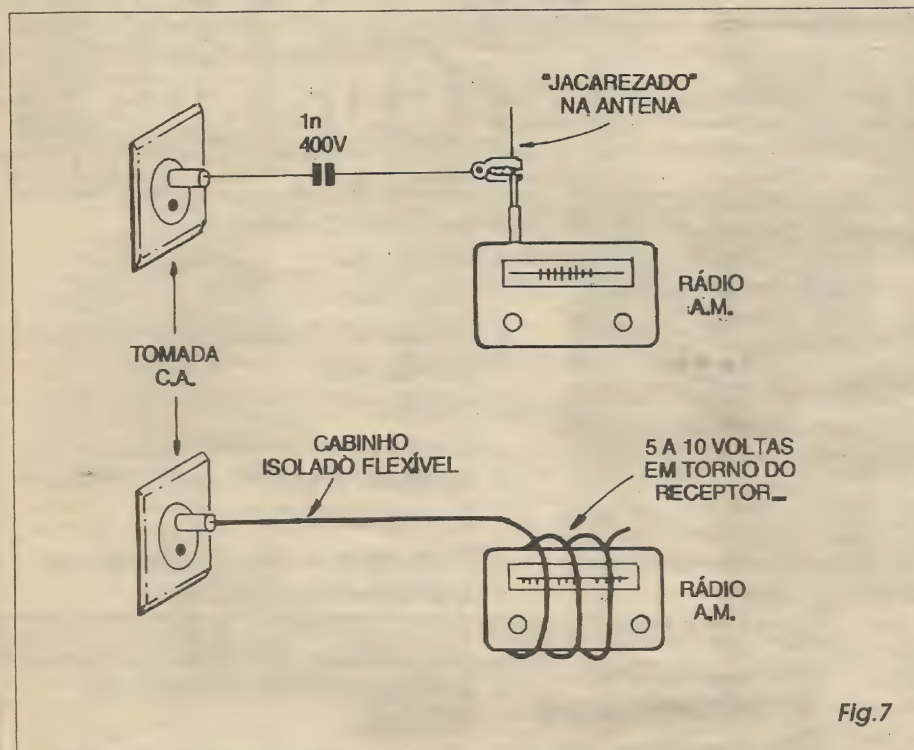

Fig. 7
- FIG. 7 - RECEBENDO OS SINAIS DO ESPACA, LÁ NA OUTRA PONTA
Estabelecida uma das condições de acoplamento sugeridas na FIG. 7, basta manter o circuito do ESPACA ligado, ligar também o rádio e sintonizá-lo no ponto pré ajustado de sintonia (conforme anteriormente descrito...). Eventualmente algum *retoque* na sintonia precisará ser feito, ou apenas no rádio, ou também com a ajuda do capacitor variável do ESPACA, de modo a garantir um sinal claro e bastante inteligível... O potenciômetro de *volume* (e o de *tonalidade* se existir...) do rádio deverá ser ajustado em ponto que proporcione confortável audição... A sensibilidade geral do *link* é muito boa, e tudo o que se falar (mesmo em voz baixa...) no ambiente monitorado pelo ESPACA deverá ser claramente ouvido no rádio, lá onde se posicionar o *xereta*...!
Alguns receptores de rádio mais modernos, super-sensíveis, poderão até captar os sinais emitidos pelo ESPACA por simples aproximação de uma tomada de C.A. sem que se verifique a necessidade de ligação direta ou indireta, conforme já indicado nos diagramas da FIG. 7...!